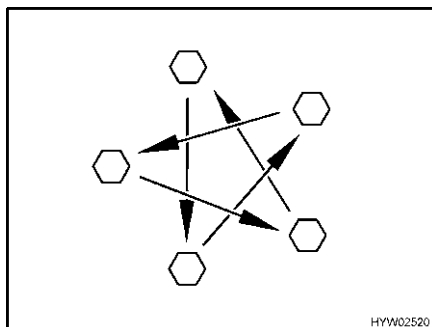

Fig. 189 Serrer en croix les écrous ou les boulons de roue
- Vérifier régulièrement le serrage des écrous ou des boulons de roues. Reserrer alternativement et en croix (Fig. 189) tous les écrous ou les boulons de roue 50 km après le changement d'une roue.
- ▷ Serrer en croix les écrous ou les boulons de roue (Fig. 189).